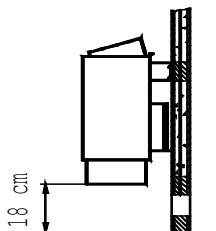

Abb. 6
4. Das Saunaheizgerät mit den Aufnahmeschlitzern der Rückwand in der Wandhalterung einhängen und an den Abstandhalter anlegen (Abb. 6).